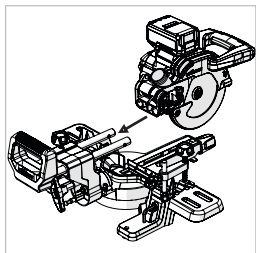

Rys. 12
- Należy wkręcić śrubę blokującą posuw w gwintowany otwór nad prawą prowadnicą posuwu. (Rys. 12)